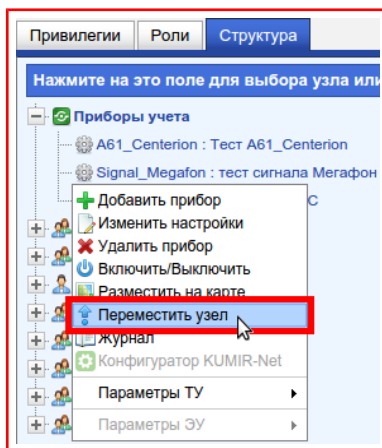

Рисунок 9.52 — Пункт «Переместить узел»
- 2) В появившемся меню выбрать **«Переместить узел»**, рисунок 9.52;